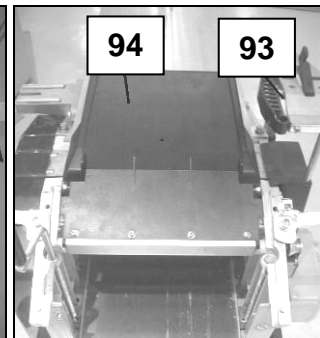

Fig 66
- Relevez au maximum le protecteur d'arbre (93) et faites-le coulisser hors de la table (Fig 66).
- Basculez l'éjecteur de copeaux (94) sur la table d'entrée (Fig 66).